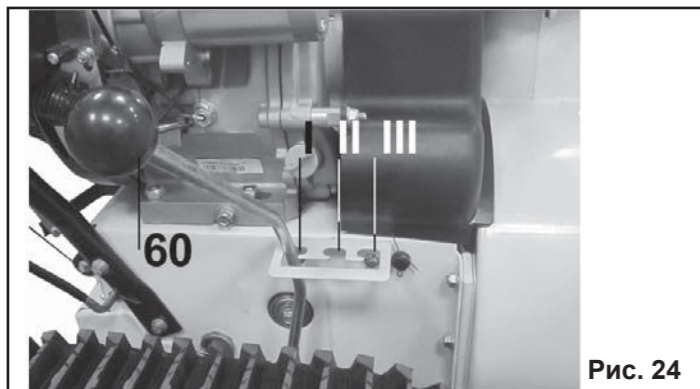

Рис. 24
8.9. Использование рычага переноса массы (Рис.24).